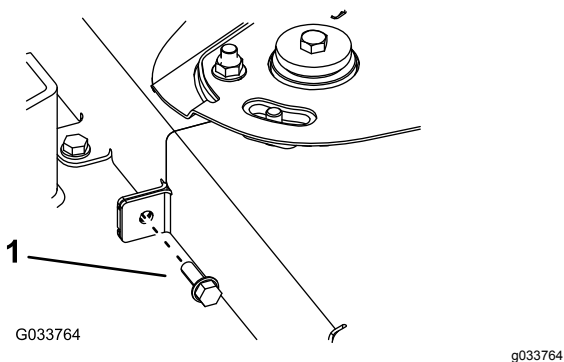

Figura 64
4. Rimuovete il bullone che fissa i 2 copricinghia (Figura 64).
9. Montate il bullone che fissa i 2 copricinghia (Figura 64).